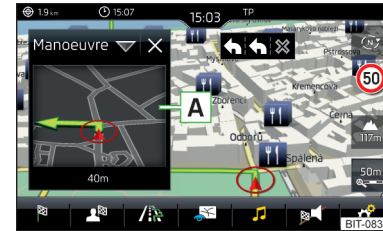

Abb. 168
Das Infotainment bietet die Möglichkeit an, im Zusatzfenster **Position** » Abb. 168 auf Seite 151 die folgenden Informationen zur aktuellen geografischen Fahrzeugposition sowie zum Satellitensignal anzuzeigen.
- › Zur **Auswahl des Inhalts** des Zusatzfensters **A** » Abb. 168 die Funktionsfläche antippen und kontextabhängig eines der folgenden Menüs wählen.